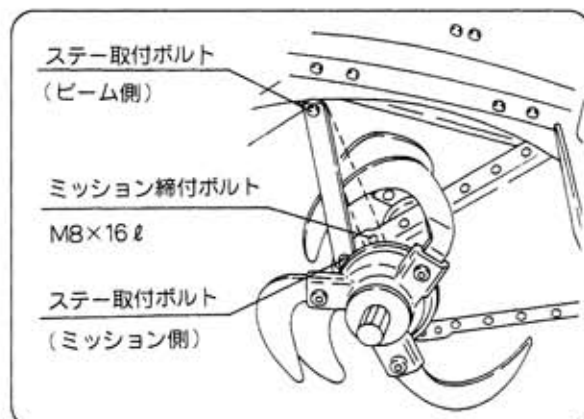

図57
- ② ステア取付ボルト (ビーム側) をゆるめてください。(図57)
- ③ ステア取付ボルト (ミッション側) のボルトを取外してください。(図57)
- ④ ミッション締付ボルト (M8×16 ℓ) を外してください。(図57)